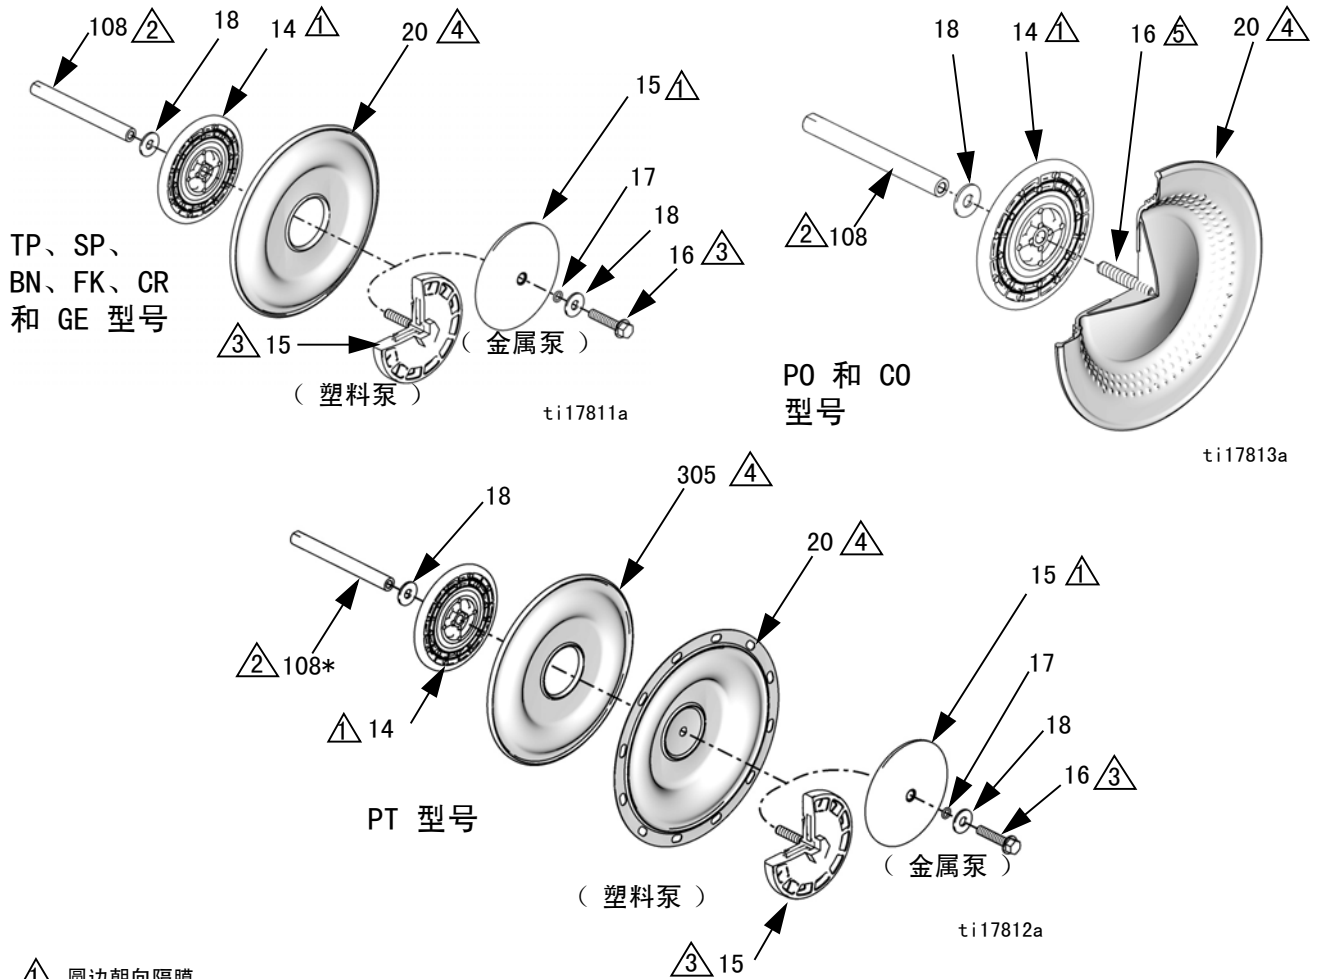

图 7. 组装隔膜
- b. 塑料泵：使用 1-5/8 套筒扳手夹住一个流体侧隔膜板（15）的六角形部分。使用另一个扳手（相同尺寸）夹住另一块隔膜板的六角形部分，进行拆卸。然后卸下隔膜组件的所有零配件。参见图 7。
金属泵：将泵侧放。用扳手夹住一个隔膜轴螺栓（16），然后用 15/16 套筒扳手卸下另一个螺栓。卸下隔膜组件的所有零配件。请参考第 17 页的图 7。
按照图 7 中的所有注释进行操作。这些注释包含重要信息。
4. 完全按照图 7 所示，将流体边板（15）、隔膜（20）、备用隔膜（305）、空气边隔膜板（14）和垫圈（18）安装在螺栓上。
1. 将垫圈 (18) 和 O 形圈 (17) 安装在轴螺栓 (16) 上。
2. 完全按照图 7 所示组装流体边板 (15)、隔膜 (20)、空气边隔膜板 (14) 和垫圈 (18)。
3. 在螺栓 (16) 螺纹上涂抹中等强度 (蓝色) 的螺纹锁固胶。用手将该螺栓拧紧在轴上。
7. 重新装上一个流体盖 (2)。箭头 (A) 必须指向空气阀。请参考第 20 页的扭矩说明。
1. 完全按照图 7 所示将隔膜 (20)、空气边隔膜板 (14) 和垫圈 (18) 组装到流体边板 (15) 上。
6. 重新装上一个流体盖 (2)。箭头 (A) 必须指向空气阀。请参考第 20 页的扭矩说明。